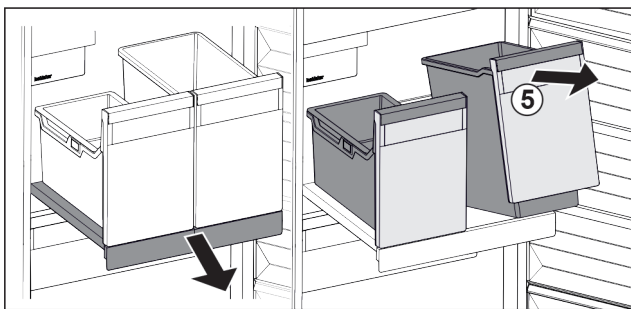

Fig. 117
- ▶ Spremnik Fig. 117 (5) podignite srijeda.